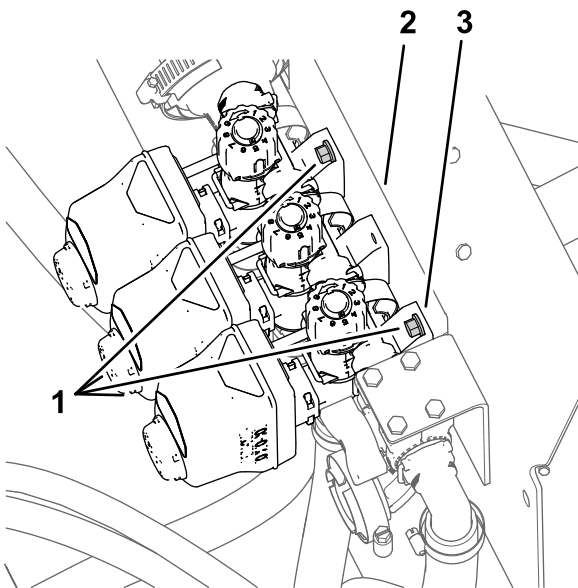

Figura 33
1. Afloje los 4 pernos con arandela prensada ($\frac{1}{4}$ " x $\frac{3}{4}$ ") y las 4 contratueras con arandela prensada ($\frac{1}{4}$ ") que sujetan las 3 válvulas de sección al soporte del distribuidor (Figura 33).